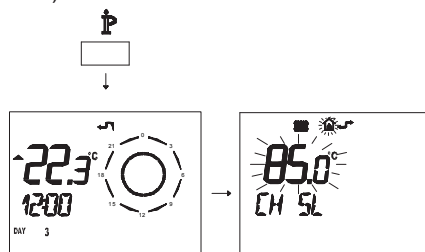

Рисунок 5.72
- Нажмите и удерживайте 3 секунды кнопку **P**, чтобы войти в режим **INFO** (Рисунок 5.72).